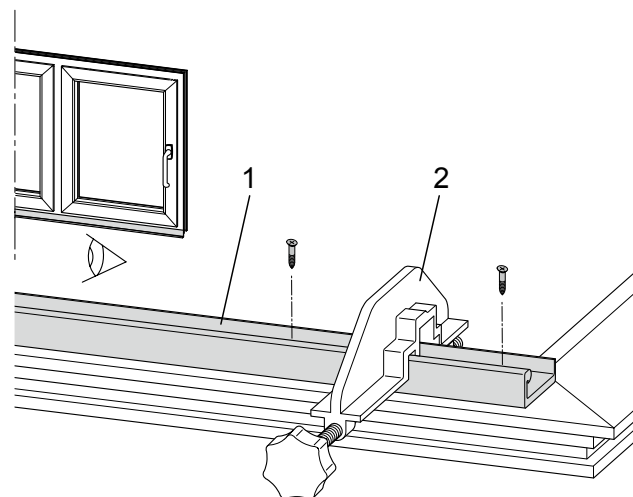

Рисунок 12: Шаблон для монтажа нижней направляющей
1. Спозиционировать направляющую (1) - смотри рисунок 12/13:
Смотри рисунок 12: